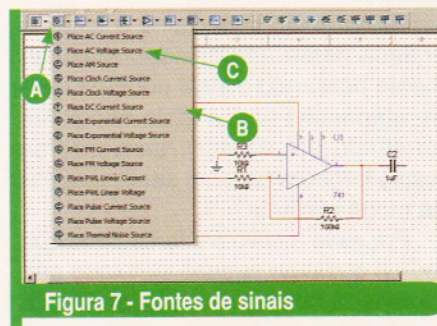

Figura 7 - Fontes de sinais
Outra possibilidade interessante consiste em se usar a caixa de geradores ou fontes de sinais apresentada na **figura 7** em (A).
*Clicando* na seta dessa caixa abrimos uma lista de fontes de sinais, conforme mostra a mesma figura em (B). Nela, selecionamos a fonte de tensão alternada mostrada em (C) – "Place AC Voltage Source". Veja as outras fontes que são disponíveis nessa caixa de diálogo.